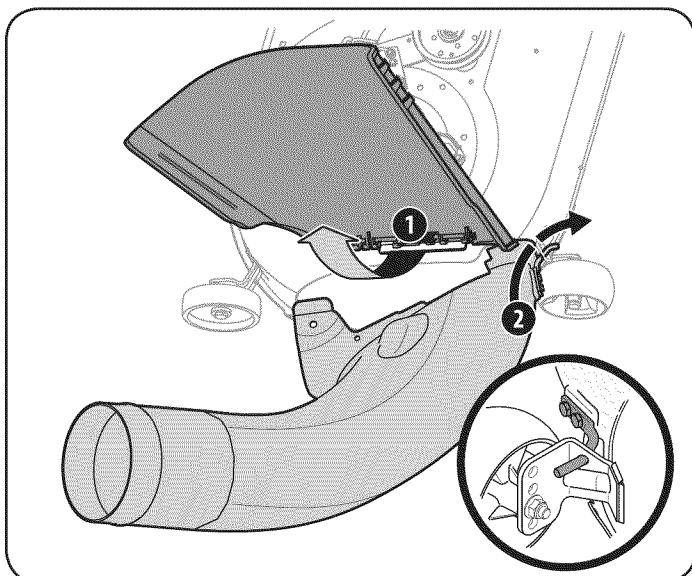

Figure 16
- Con conducto de descarga del tractor levantado y abierta (1), instale el codo de conducto colocando la barra de montaje del codo de conducto en el orificio correspondiente en el soporte de la rueda de cubierta o lengüeta de montaje del conducto (2), como se ve en la Figure 16.